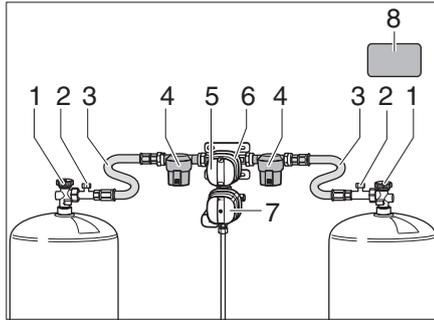
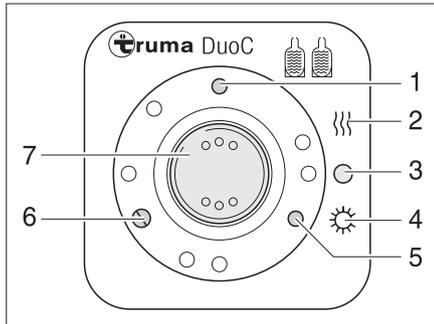
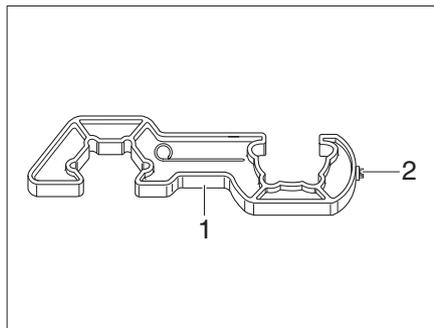
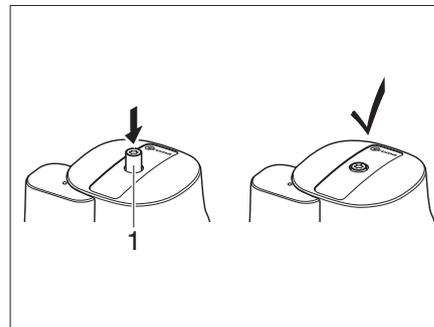

Fig. 62 Dispositif de commutation DuoControl
Fig. 63 Unité de commande
Fig. 65 Dispositif d'aide au vissage
Fig. 66 Crash-Sensor
Le dispositif de commutation DuoControl consiste en une robinetterie de commutation (Fig. 62,6) et l'unité de commande (Fig. 63). La robinetterie de commutation est montée entre les tuyaux flexibles haute pression (Fig. 62,3). Avec le bouton rotatif (Fig. 62,5) sur la robinetterie de commutation, on peut déterminer laquelle des bouteilles de gaz est la bouteille de service et quelle bouteille de gaz est utilisée comme bouteille de réserve.
La robinetterie de commutation (Fig. 62,6) est équipée de l'installation de dégivrage du régulateur EisEx.
Avant la robinetterie de commutation se trouvent de chaque côté un filtre à gaz (Fig. 62,4), lequel protège l'installation de gaz de l'encrassement par l'huile et des impuretés. Seules les fonctions électriques peuvent être activées sur l'unité de commande (Fig. 63). Les robinets principaux (Fig. 62,1) des bouteilles de gaz doivent être ouverts manuellement. La robinetterie de commutation garantit une pression du gaz constante, indépendamment de la bouteille qui fournit le gaz. Les deux voyants de contrôle sur l'unité de commande indiquent le niveau de remplissage de la bouteille de service. Quand le voyant de contrôle (Fig. 63,6) est vert, la bouteille de service est pleine. Quand le voyant de contrôle (Fig. 63,5) est rouge, la bouteille de service est vide. L'alimentation en gaz se fait alors via la bouteille de réserve.
- ▶ Ouvrir les robinets principaux (Fig. 62,1) des bouteilles de gaz.
- ▶ Avec le bouton rotatif (Fig. 62,5) situé sur la robinetterie de commutation (Fig. 62,6), sélectionner la bouteille de gaz à partir de laquelle le gaz sera utilisé principalement (bouteille de service).
- ▶ Mettre le commutateur à bascule (Fig. 63,7) sur "O" (Fig. 63,3). Le voyant de contrôle jaune (Fig. 63,1) s'éteint.
- ▶ Fermer les robinets principaux (Fig. 62,1) des bouteilles de gaz.
Les voyants de contrôle de l'unité de commande (Fig. 63,5 et 6) signalent à l'intérieur du véhicule si la bouteille de gaz est en état de marche.
Lorsque le voyant de contrôle vert (Fig. 63,6) s'éteint pendant le fonctionnement et que le voyant de contrôle rouge (Fig. 63,5) s'allume, la bonbonne de gaz sélectionnée comme bouteille de service est vide et doit être remplacée. La bouteille de réserve alimente les appareils à gaz.
- ▶ Pour visser et dévisser les tuyaux flexibles haute pression, utiliser le dispositif d'aide au vissage (Fig. 65,1) fourni. Il garantit le coup-de serrage nécessaire et évite d'endommager le vissage avec un outil inapproprié.
- ▶ Fermer le robinet principal (Fig. 62,1) de la bouteille de gaz vide.
- ▶ Dévisser le tuyau flexible haute pression (Fig. 62,3) de la bouteille de gaz à l'aide du dispositif d'aide au vissage (Fig. 65).
- ▶ Raccorder la bouteille de gaz pleine au tuyau flexible haute pression (Fig. 62,3).
- ▶ Ouvrir le robinet principal (Fig. 62,1) de la bouteille de gaz.
- ▶ Tourner le bouton rotatif (Fig. 62,5) de la robinetterie de commutation (Fig. 62,6) d'un demi-tour de manière à ce que la bouteille remplacée serve de bouteille de réserve.
- ▶ Appuyer sur le bouton (Fig. 62,2) de la sécurité de rupture de flexible sur le tuyau flexible haute pression afin de l'activer.
- ▶ Le cas échéant, appuyer sur le bouton de réinitialisation (Fig. 66,1) sur le Crash-Sensor.
- ▶ À l'aide du Torx T20 (Fig. 65,2) sur le dispositif d'aide au vissage, enfoncer le bouton de déverrouillage (Fig. 66,1), le tourner légèrement dans le sens des aiguilles d'une montre et le maintenir pendant 5 secondes.
Le Crashsensor est opérationnel lorsque le bouton de déverrouillage (Fig. 66,1) reste en position abaissée.
- ▶ Après avoir changé la bouteille de gaz, appuyer fortement sur le bouton vert (Fig. 62,2) du tuyau flexible haute pression (Fig. 62,3). La sécurité de rupture de flexible est activée.